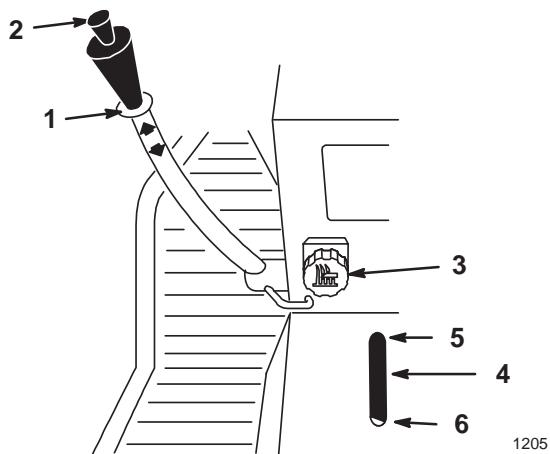

Abbildung 11
Der Absenkhebel (Abb. 11) wird verwendet, um verschiedene Zusatzvorrichtungen abzusenken und anzuheben.
Die Dial-A-Height-Vorrichtung (Abb. 11) wird verwendet, um den Abwärtsweg der Zusatzvorrichtung einzuschränken. Der Dial-A-Height-Knopf wird gedreht, um die Position dieses Anschlags nach oben oder unten zu verstellen.
1. Den Absenkhebel hochziehen: Siehe "Anheben von Zusatzvorrichtungen". In oberer Position kann der Dial-A-Height-Knopf (Abb. 11) zur Veränderung der Anschlagposition gedreht werden. Durch Drehen im Uhrzeigersinn wird die Anschlaghöhe der Zusatzvorrichtung erhöht und durch Drehen im Gegenuhrzeigersinn verringert.
2. Die Absenkhoehenanzeige (Abb. 11) zeigt die Änderung der Hubhöhe der Zusatzvorrichtung, während die Einstellung vorgenommen wird.